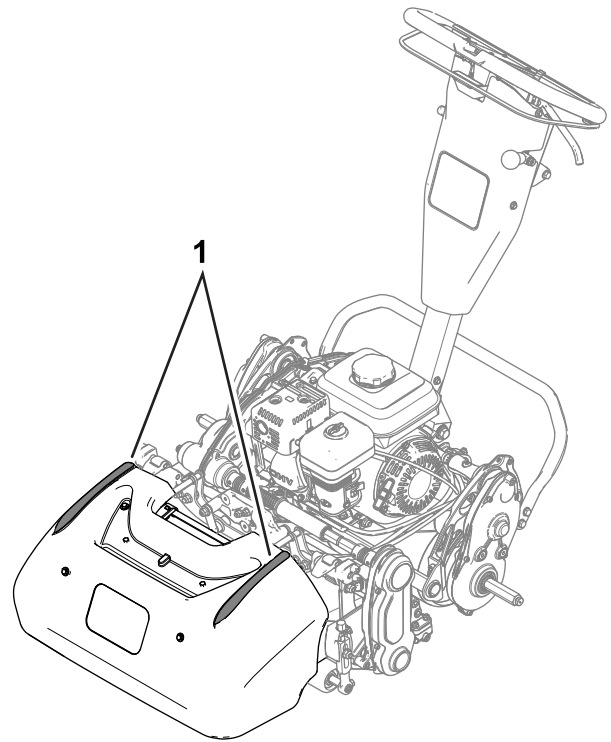

Figura 22
- Para lhe permitir cortar em linha reta ao longo do relvado, e manter máquina à mesma distância da extremidade do corte anterior, use as tiras de alinhamento existentes no cesto (Figura 22).